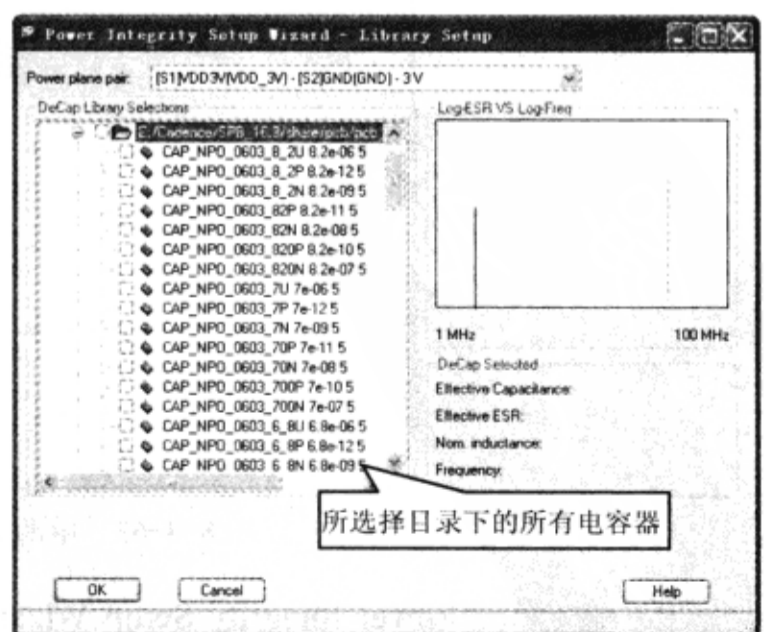

图 8-8-66 目录下的电容器
(12) 在“Power Integrity Setup Wizard-Library Setup”对话框中单击电容库文件夹 E:/Cadence/SPB16.3/share/pcb/pcb\_lib/npo\_0603\_caps 旁边的“+”号,显示这个目录中所有的电容器,如图 8-8-66 所示。